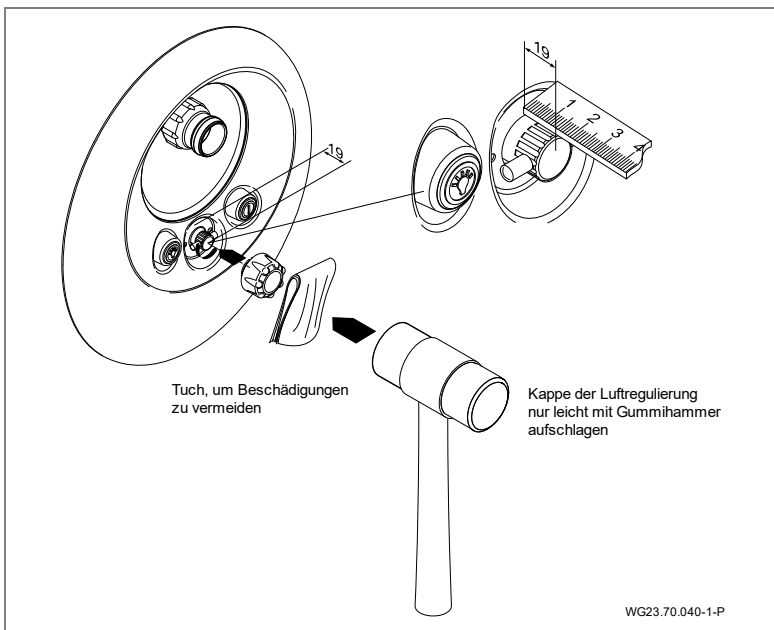

Abb. 21
11. Kappe für Luftregulierung (21) befestigen. (Abb. 21)
12. Jet-Pumpe (92) mit der halben Verschraubung (98, 99, 100), dem Gummiwinkel (79) und den dazugehörigen Klemmen (75) saug- und druckseitig am Einbaugehäuse (1) anschließen.